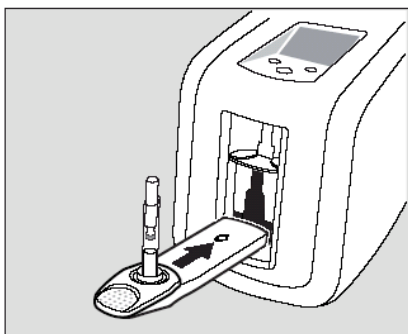

Рис.6
щелчка (см. Рисунок 6).
- После извлечения из нижнего отсека анализатора тест-кассеты, с установленным на ней тест-патроном (Рисунок 6), закрыть дверцу анализатора.